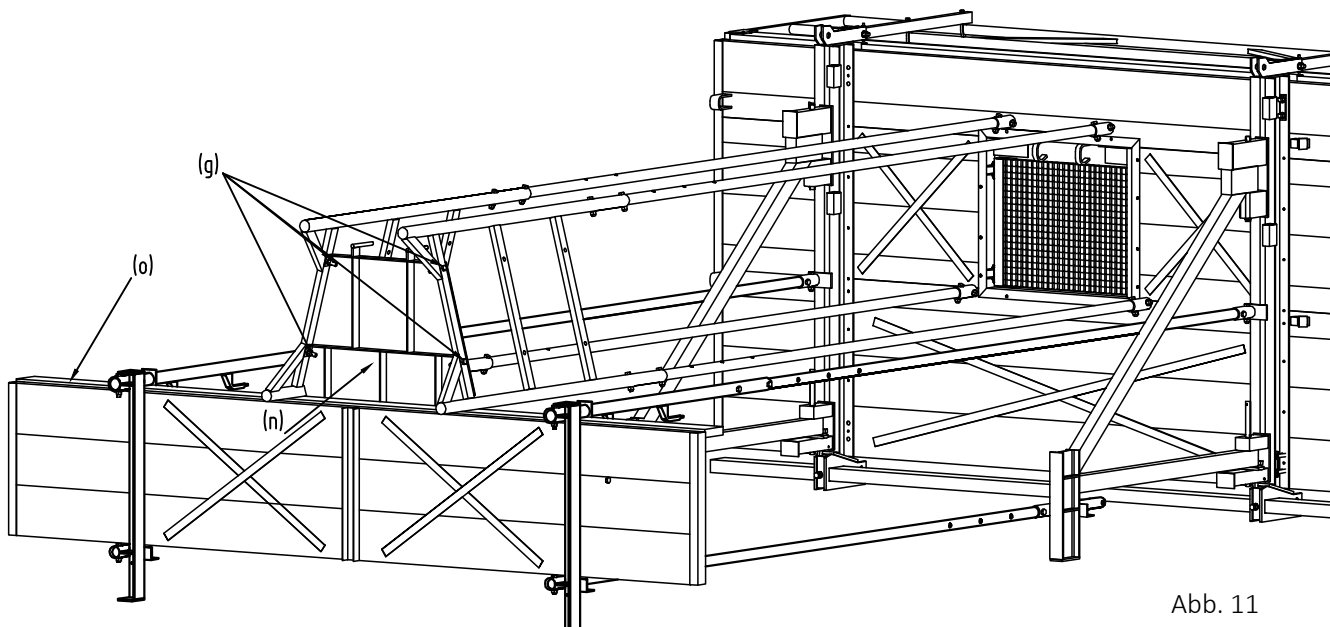

Abb. 11
- 11 Bordbrett (o) an unterer Bühne anbringen. Boden (n) des Leiteraufstiegs an die Seitenteile mit 4 Schrauben M16x80 (g) anschrauben. Der Boden des Leiteraufstiegs muss über dem Boden der unteren Bühne liegen (s. Abb. 11).